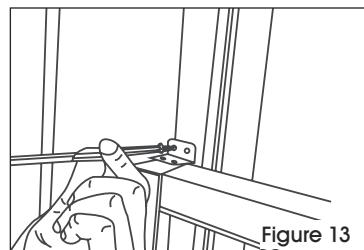

Figure 13
- Pour fixer le châssis inférieur en place, installez le dispositif de fermeture à l'aide d'une vis de 1/2 po. (Voir Figure 13)